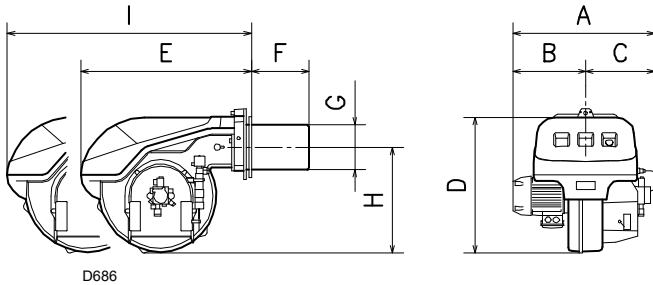

Fig. 1
3.2.2 Dimensiones máximas (Fig. 1) - medidas aproximadas
Las dimensiones máximas del quemador se indican en (Fig. 1). Tener en cuenta que para inspeccionar el cabezal de combustión, el quemador debe abrirse desplazando la parte posterior por las guías.